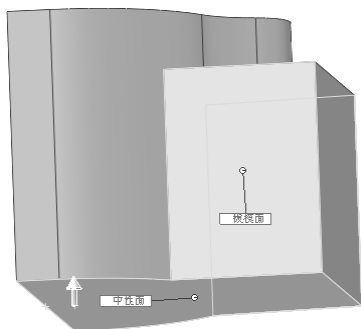
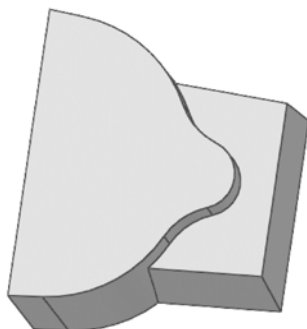

图 6-91 选择拔模面
图 6-92 拔模结果
(7) 拔模其他实体。重复上述步骤继续进行拔模操作，在右侧绘图区选择上步创建拉伸体的下表面为中性面，两侧面为拔模面，如图 6-91 所示，输入拔模角度“3”，单击属性管理器中的（确定）按钮，结果如图 6-92 所示。